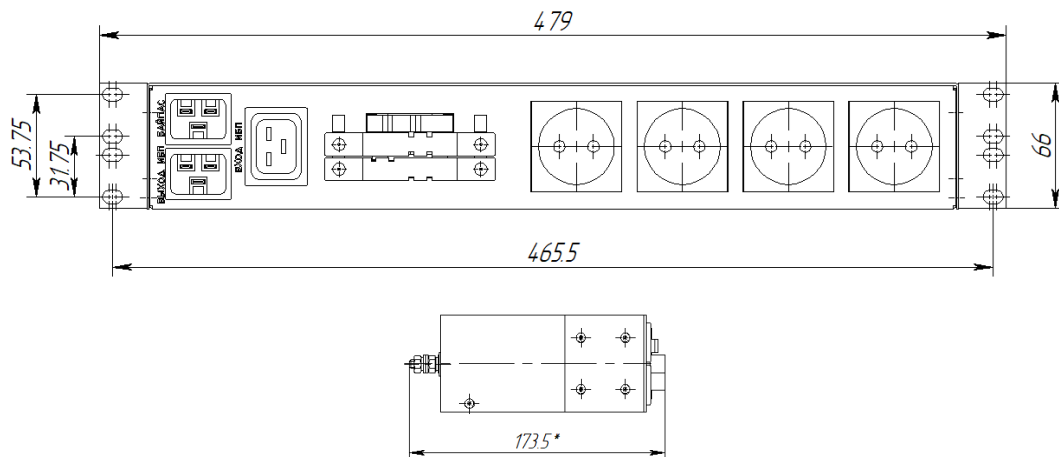

Рис. 1
Общий вид и габаритные размеры ЩР-Б-16А приведен на рис.1.
5.1 Конструктивно ЩР выполнена в виде съемного блока (крейта) прямоугольной формы с присоединительными и установочными размерами, соответствующими ГОСТ 28601-90. Общий вид и габариты ЩР приведены на рис.1.